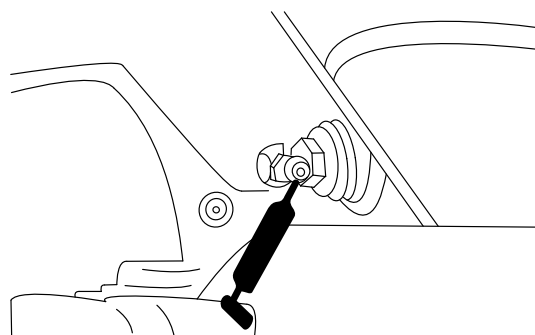

Figure 41
- Pivot d'essieu arrière (Figure 41)